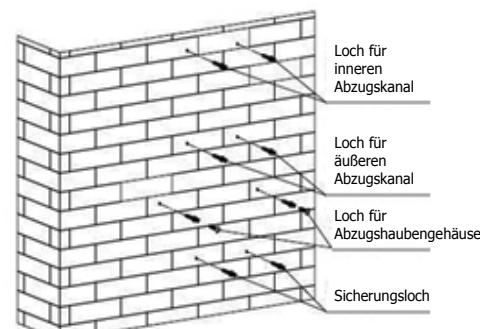

Abb. 2
2. Bohren Sie mit einem Bohrer mit 8 mm Durchmesser acht Löcher an der Stelle in die Wand, an der Sie den Abzugskanal und das Gehäuse der Dunstabzugshaube installieren wollen (siehe Abb. 2).
3. Setzen Sie Dübel in die Bohrlöcher ein und bringen Sie zwei Stützschrauben (ST4*40 mm) so an, dass Sie 2 mm aus der Wand hervorsteht (siehe Abb. 2).